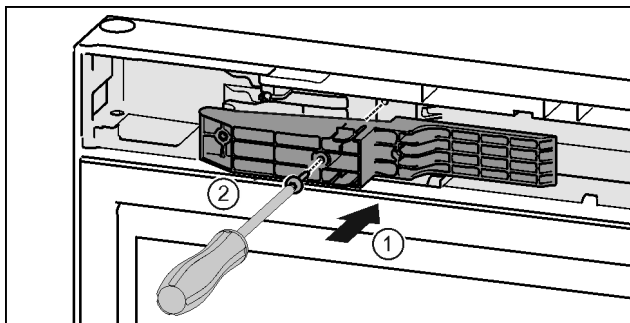

Fig. 48 *
- ▶ Włożyć element adaptera w zagłębienie po stronie uchwyty. Fig. 48 (1)*
- ▶ Śruby przykręcić przy pomocy śrubokręta T15. Fig. 48 (2)*